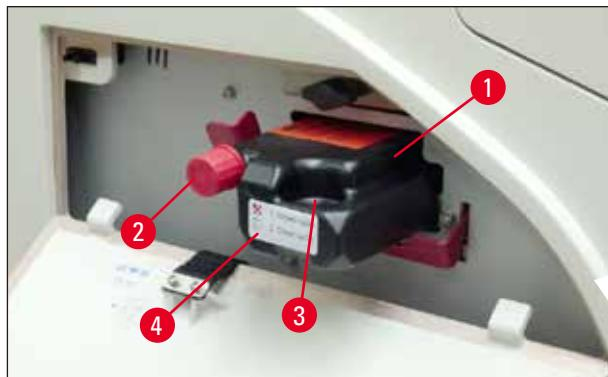

図 60
3. 保護フィルムを外した後、カートリッジを半分ほどカートリッジスロットに挿入します（→ "図 60"）。